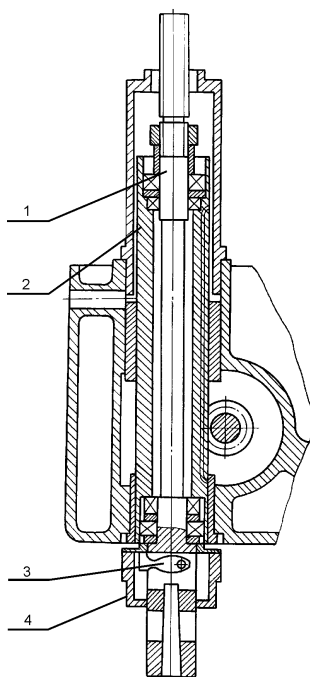

Рис. 12. Шпиндель в сборе.
7.7. Шпиндель (рис. 12)
Для регулирования упорного подшипника шпинделя (рис. 12) необходимо: